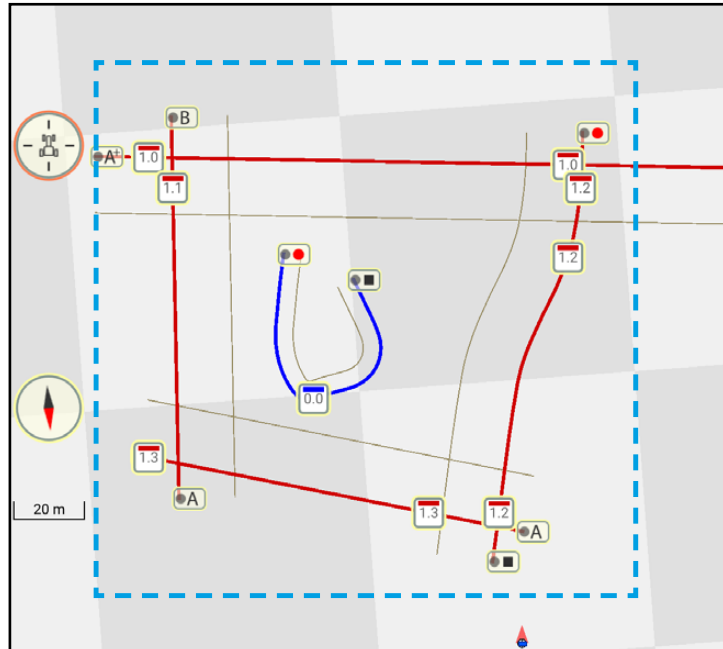

Abb. 48: Grenzlinien offen und nicht aktiv
- offen und nicht aktiv (siehe Abb. 48),